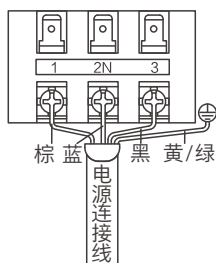

图 22
- 按照机器上接线图标签，将电源连接线接到对应的端子上(如图22所示)，并将端子紧固。